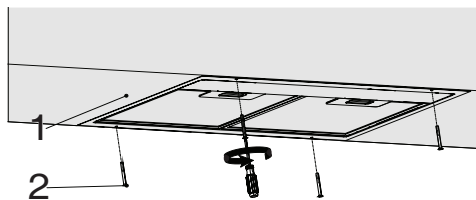

Fig. 5
- Coloque o exaustor no armário de cozinha e encaixe o exaustor nos 4 orifícios de instalação perfurados anteriormente (Fig. 5).